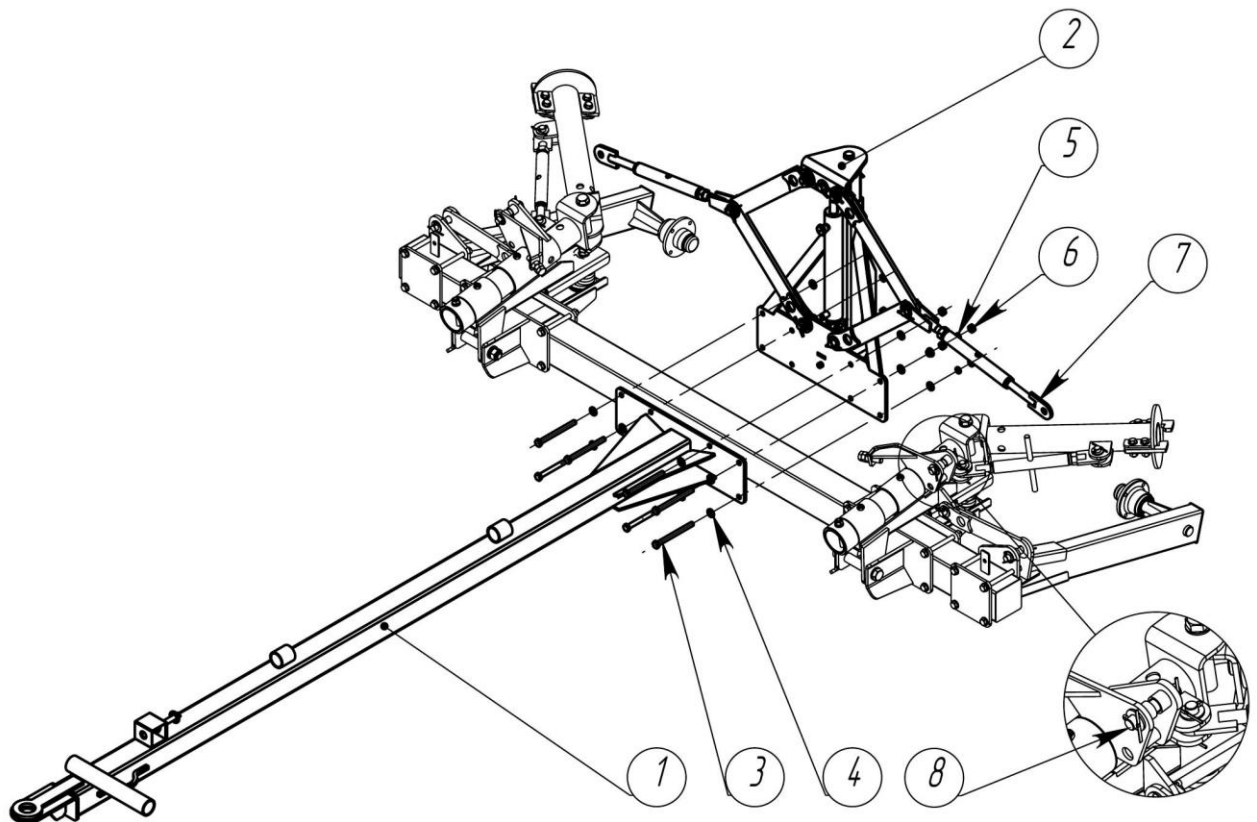

Рисунок 8 – Установка механизма подъема и сцепки
Расположите Дышло (1) и механизм подъема (2) (Рисунок 8). Совместить штырек механизма подъема(2) и отверстие балки, с обратной стороны приложить механизм подъема (2) после чего закрепить их с помощью восьми болтов М12×140 (3), шайб (4), пружинных шайб (5) и гаек (6). Момент затяжки: гайки М12 - 79 Нм. Момент затяжки болта М12 115 Нм.
Для установки тяги (7) подъема в проушину (8) поворотного механизма расшплинтуйте (9) проушину (8) выньте шайбу (10), палец (11), две проставочные втулки (12), совместите отверстие тяги (7) с отверстием проушины (8) и установите проставочные втулки (12), палец (11), шайбу (10) в обратном порядке зашплинтовав (9) (Рисунок 8).